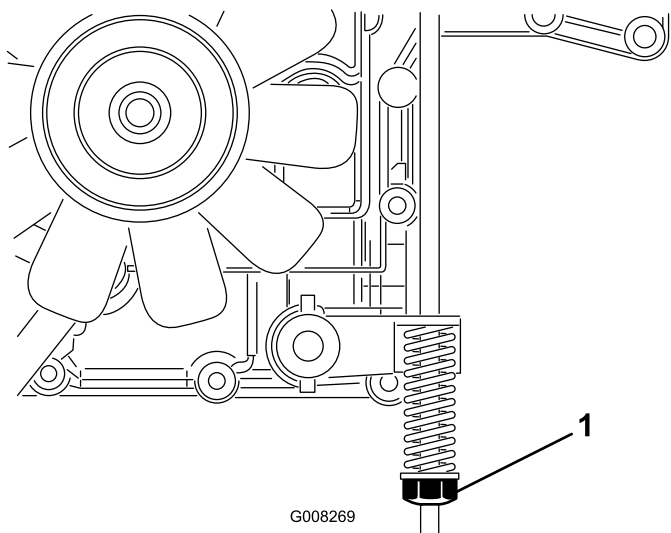

Figure 35
Le frein de stationnement se trouve du côté droit de l'essieu arrière, à l'intérieur du pneu arrière (Figure 35).
3. Tournez l'écrou de réglage dans le sens horaire jusqu'à ce qu'il soit impossible de pousser la machine (Figure 35).